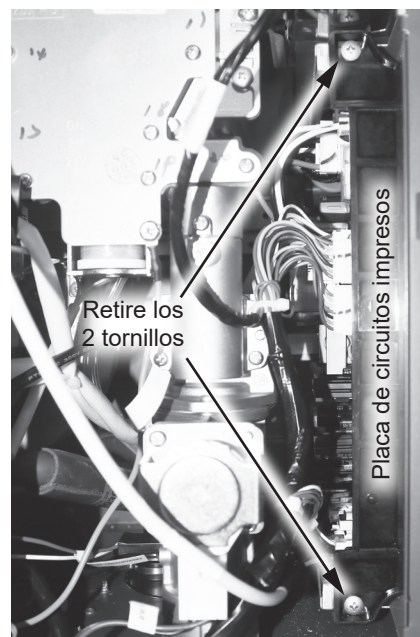

Figura 15 - Retiro de los tornillos de la PCI
- 8 Ubique la placa de circuitos impresos en el lado derecho del calentador de agua. Use un destornillador Phillips para retirar los dos tornillos que fijan la PCI. Deje los tornillos a un lado en un lugar seguro para volver a instalarlos. Consulte la Figura 15.